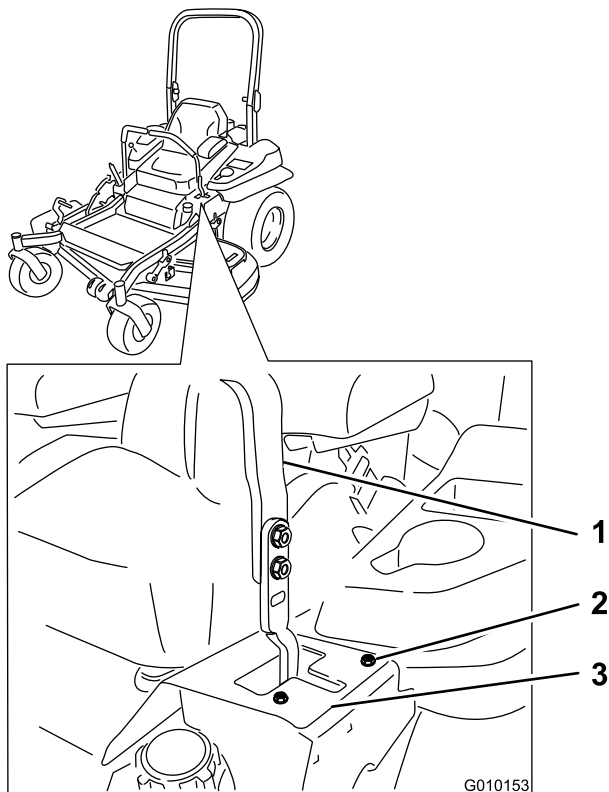

Figure 51
6. Si elle se déporte à droite, desserrez les boulons et déplacez la plaque de butée gauche en arrière sur la fente en T gauche, jusqu'à ce que la machine se déplace en ligne droite (Figure 51).
7. Si elle se déporte à gauche, desserrez les boulons et déplacez la plaque de butée droite en arrière sur la fente en T droite, jusqu'à ce que la machine se déplace en ligne droite (Figure 51).
8. Serrez les boulons de la plaque (Figure 51).